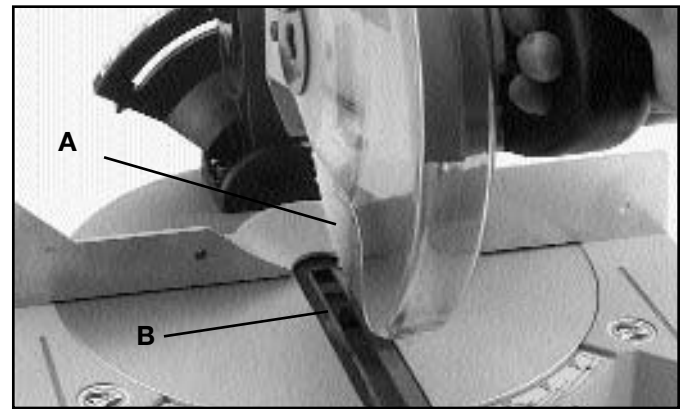

Fig. 17
Baje el brazo de la hoja de la sierra lo más lejos posible y revise si la hoja de la sierra entra en contacto con la pieza de inserción de mesa. Si la hoja de la sierra (A) Fig. 17 entra en contacto con el borde delantero o el borde posterior de la pieza de inserción de mesa (B) durante su carrera descendente, realice el siguiente ajuste.
3. Baje el brazo de la hoja de la sierra y revise el ajuste. **AVISO:** Debe existir una ligera libranza entre la hoja de la sierra (A) Fig. 17 y la pieza de inserción de mesa (B) como se muestra aquí. Repita el **PASO #2** si es necesario.